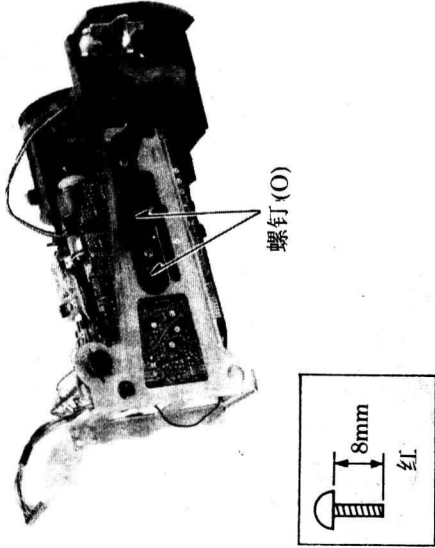

图 20
- 步骤: ① 卸下2个螺钉(O);
- ② 取下支架, 如图20所示。